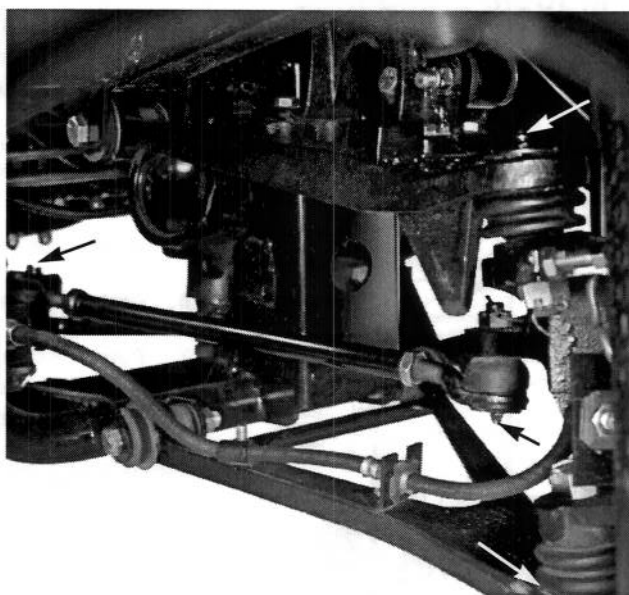
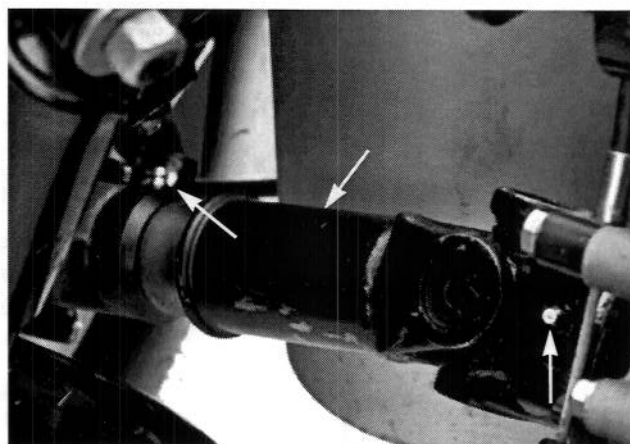

Figure 15
Figure 16
Position et nombre de points de graissage: extrémités de tirant (4) (Fig. 15), joints sphériques avant (4) (Fig. 15), arbres de roues arrière (6) (Fig. 16), arbre de direction (1) (Fig. 17), bagues de pivots avant (2) (Fig. 18) et levier du régulateur (1) (Fig. 19).